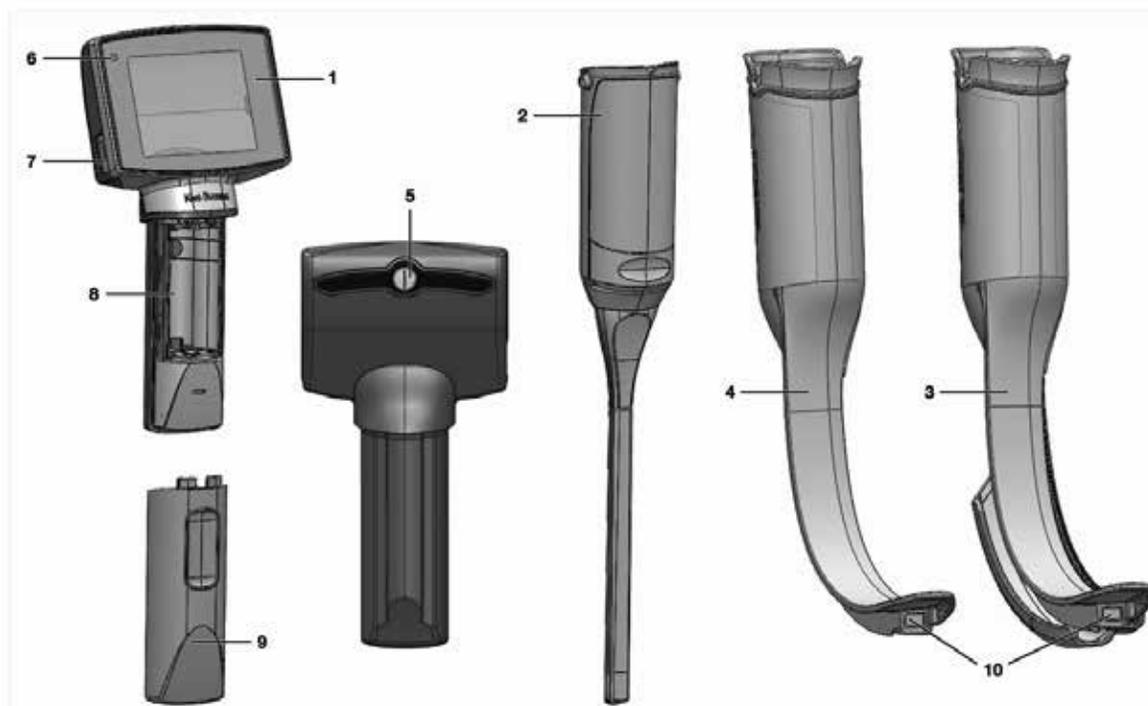

Fig. 1
1. Um monitor reutilizável integrado (Fig. 1, #1)
2. Um adaptador vídeo reutilizável integrado (Fig. 1, #2)
3. Uma série de lâminas descartáveis, com ou sem um canal para orientação no tubo traqueal (Fig. 1, #3-4)
Monitor Reutilizável (Fig. 1, #1)
O principal componente reutilizável do Vídeo Laringoscópio da King Vision é um monitor durável, de alta qualidade, portátil, que funciona com pilhas, com uma pequena tela de OLED (LED orgânico). Incorpora tecnologia para receber imagens da ponta distal da lâmina descartável e exibe a imagem na tela integrada, a cores, anti-brilho. O monitor reutilizável tem um interruptor ligar/desligar (Fig. 1, #5), uma luz de indicação de pilha (Fig. 1, #6), e uma porta de saída de vídeo (Fig. 1, #7). Corrige automaticamente os brancos e incorpora um sistema de gestão de alimentação avançado. A alimentação é fornecida por três pilhas AAA alojadas no compartimento da pilha (Fig. 1, #8) e é protegida pela cobertura da porta da pilha (Fig. 1, #9).
Adaptador vídeo reutilizável (Fig. 1, #2)
Lâminas de Utilização Única (Fig. 1, #3 e 4)
A aBlade em Canal da King Vision (Fig. 1, #3)	A aBlade Padrão King Vision (Fig. 1, #4)
Ambas as versões de lâminas deslizam pelo adaptador vídeo e ligam-se ao monitor reutilizável, completando o Vídeo Laringoscópio da King Vision. A janela distal da lâmina tem um revestimento anti-embaciamento para evitar que a condensação afete a imagem (Fig. 1, #10).
- Acesse ao compartimento da pilha no Monitor King Vision reutilizável (Fig. 1, #8) removendo o adaptador vídeo (Fig. 1, #2) ou a cobertura da porta da pilha (Fig. 1, #9).
- Prima o botão ALIMENTAÇÃO  (Fig. 1, #5) na parte de trás do Monitor King Vision.
- A luz de indicação de pilha LED VERDE (Fig. 1, #6) indica que o monitor está pronto a utilizar.
- **Ligue e verifique a função de imagem.** Com o adaptador vídeo ligado ao monitor, prima o botão ALIMENTAÇÃO  (Fig. 1, #5) na parte de trás do Monitor King Vision e confirme se o monitor mostra uma imagem com movimento. Se a tela permanecer em branco, substitua as pilhas. Se o monitor se ligar, mas não mostrar uma imagem em movimento funcional, desligue e verifique se o adaptador vídeo está devidamente ligado antes de o voltar a ligar. Se ainda não conseguir obter uma imagem funcional substitua o adaptador vídeo ou o monitor.
IMPORTANTE: Se a luz de indicação de pilha LED (Fig. 1, #6) no canto superior esquerdo do Monitor King Vision estiver a PISCAR A VERMELHO, as pilhas devem ser substituídas o mais depressa possível uma vez que lhes resta pouco tempo de vida útil.
- Se a janela distal (Fig. 1, #10) ficar obstruída (por exemplo, sangue/secreções), remova a lâmina da boca do paciente e limpe a lente.
- Desligue o monitor premindo e mantendo premido o botão de ALIMENTAÇÃO ⓘ (Fig. 1, #5).